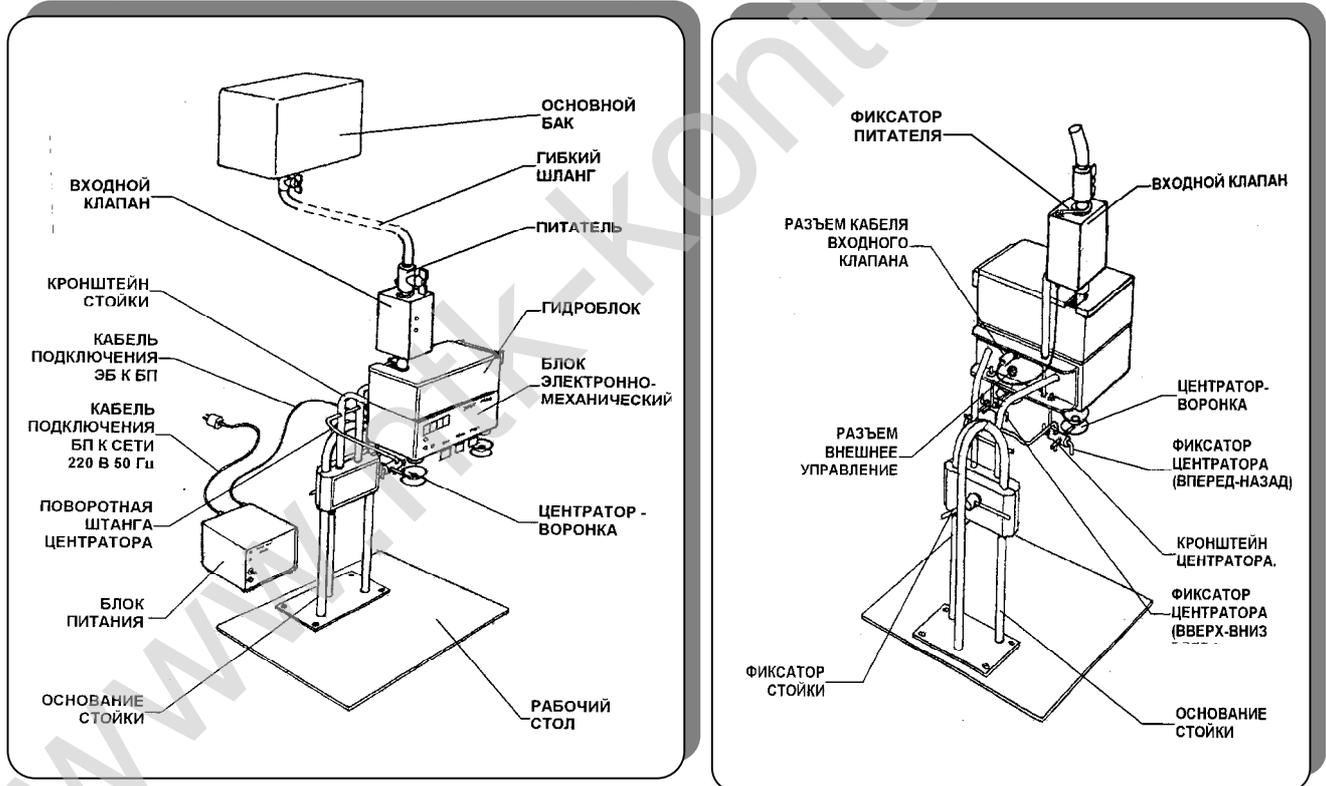

Рис. 1.1 Установка КОНТУР В100-2М.
Устройство Установки В100-2М показано на рис. 1.1.
ЭБ подключается с помощью кабеля к блоку питания (см. рис. 1.1).
Для фиксации положения питателя относительно катушек на корпусе впускного клапана предусмотрен специальный **фиксатор** (см. Рис. 1.1(б)). Без фиксатора в момент включения клапана питатель может приподняться на (1...3)мм, что приведет к ослаблению запорного усилия верхнего плунжера в 2 и более раза. Из-за этого верхний плунжер не сможет полностью перекрыть поток и может возникнуть авария по переливу. Для исключения этого и служит фиксатор.
Стойка состоит (см. рис. 1.1) из подвижного кронштейна, где крепится электронно-механический блок и центраторы (по одному на каждый канал), а также неподвижного основания, которое стационарно крепится на рабочем столе с помощью крепежных элементов, входящих в комплект поставки.
5. Центраторы предназначены для ориентации тары (см. рис. 1.1) относительно сливных клапанов. Кроме того, при нажатии горлышком тары на центратор в некоторых режимах работы (см. табл.1.1) производится пуск слива соответствующего канала.